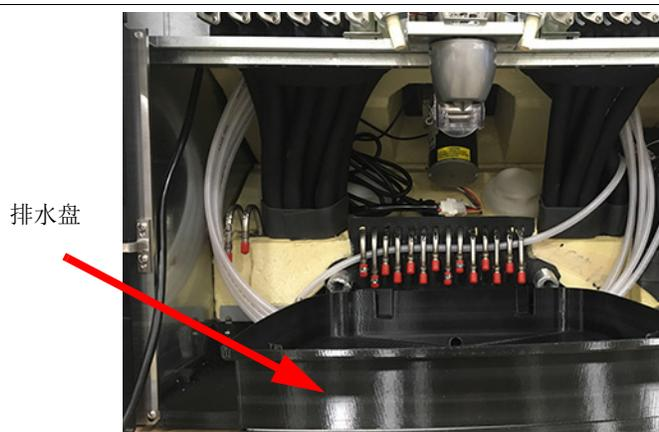

图 41
1. 要更换飞地，排水盘必须在位。如图 41 所示，将排水盘放入设备中。